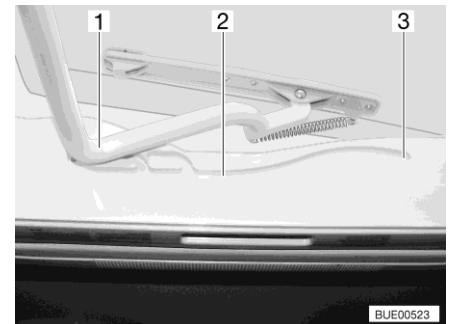

Fig. 32 Guía (claraboya Heki)
■ Tirar el estribo (Fig. 32,1) en las guías (Fig. 32,2) hasta la posición trasera final (Fig. 32,3).
Cerrar: ■ Empujar el estribo (Fig. 32,1) ligeramente hacia arriba con ambas manos.
- Tirar el estribo en las guías (Fig. 32,2) hasta la posición deseada.